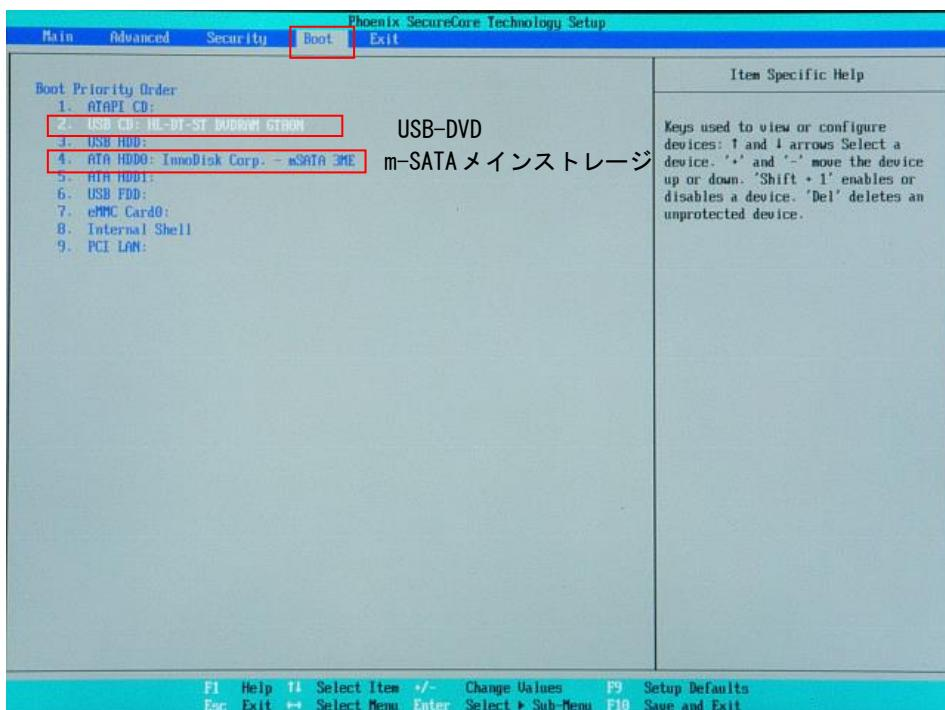

図 6-1-1-5. Boot デバイスの選択
- ⑫ [Exit] メニューを選択します。(図 6-1-1-6)
- ⑬ [Exit Saving Changes] を実行し、設定を保存して終了します。